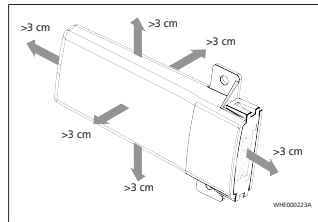

Fig. 5
- På alle sider av ThermoConnect TCon2 må det holdes en avstand på minst 3 cm til alle metallflater. Se bilde Fig. 5.